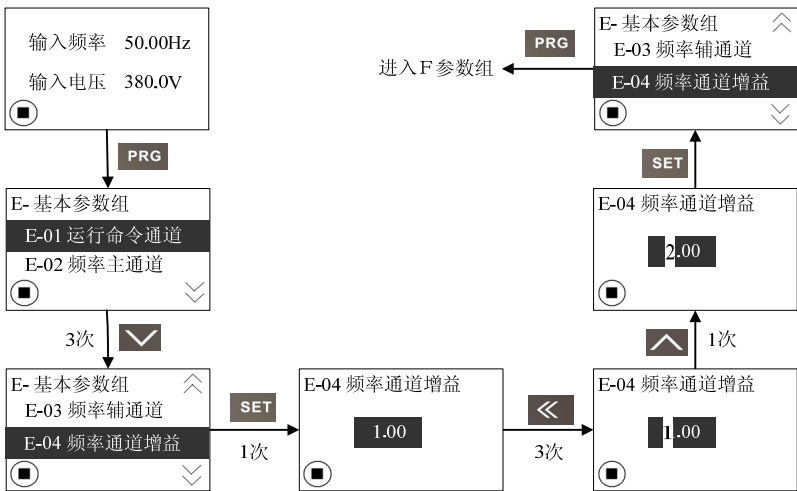

图 4-9: 数据操作界面流程
(2) 数据操作界面流程：以功能代码 E-04 下频率通道增益设定为例来介绍，设置 E-04 的参数值为 2.00，具体操作如下图 4-9 所示。